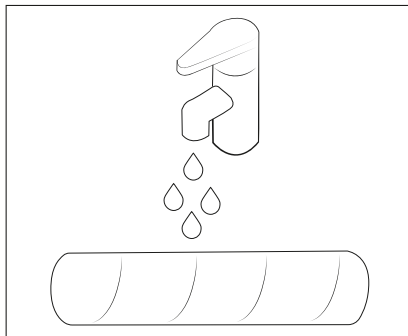

Fig. 14
- 4) Lavez la brosse cylindrique 12 à l'eau du robinet chaude (voir fig. 14). Si nécessaire, versez un peu de produit nettoyant sur la brosse cylindrique 12. Laissez la brosse cylindrique 12 sécher complètement à l'air avant de la replacer dans la tête de nettoyage 7.